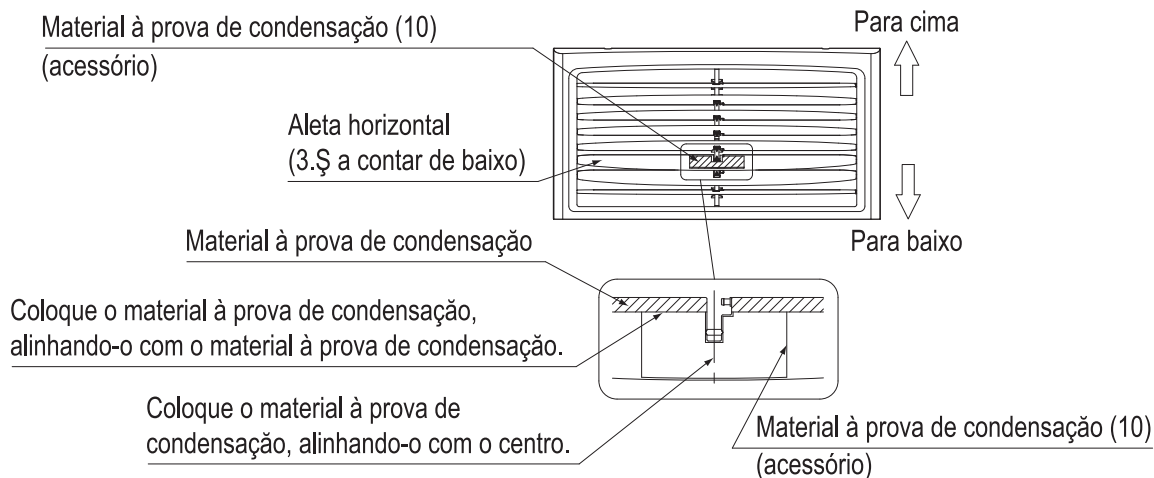

Fig. 8
- Para facilitar o trabalho, coloque as 5 aletas horizontais superiores para cima e as 3 aletas inferiores para baixo. Em seguida, coloque o material à prova de condensação fornecido (10) na terceira aleta horizontal a contar de baixo, conforme indicado na Fig. 8. Se o material não for colocado no local correto, poderá pingar água da condensação.